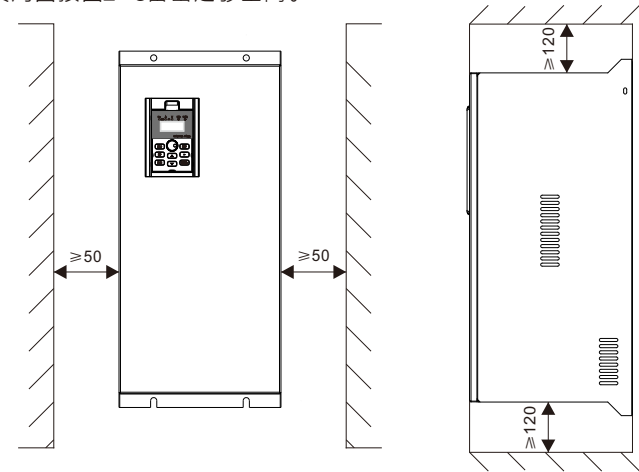

图2-3 E4系列变频器安装空间尺寸要求
2.2.5 请安装在不可燃的物体上。变频器可能达到很高的温度，为了使热量易于散发，应该在其周围按图2-3留出足够空间。